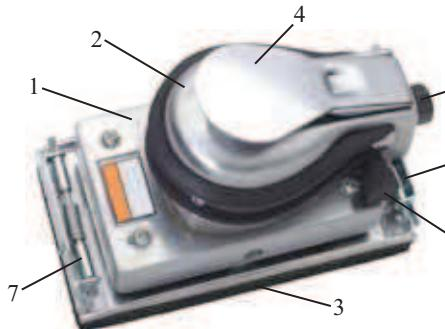

рис. 1
- установите шлифовальный лист, подверните край под передний зажим 7 (рис. 1), затем зафиксируйте его;
- слегка нажимая на шлифовальный лист, чтобы он лучше прилипал к основанию, вставьте другой конец листа в задний зажим 7 (рис. 1), зафиксируйте зажим.
- 6.3 С помощью регулятора 6 (рис. 1) можно установить желаемую частоту вращения шлифовального круга (путём контроля расходуемого воздуха):
6.5 Каждый раз перед использованием следует проверять затяжку болтов и гаек системы подачи воздуха. Проверяйте исправность регулятора подачи воздуха 6 (рис. 1). Перед техническим обслуживанием или ремонтом шлифмашине должна быть отключена от сети подачи воздуха. Несоблюдение мер предосторожности может привести к травмам и тяжёлым последствиям.